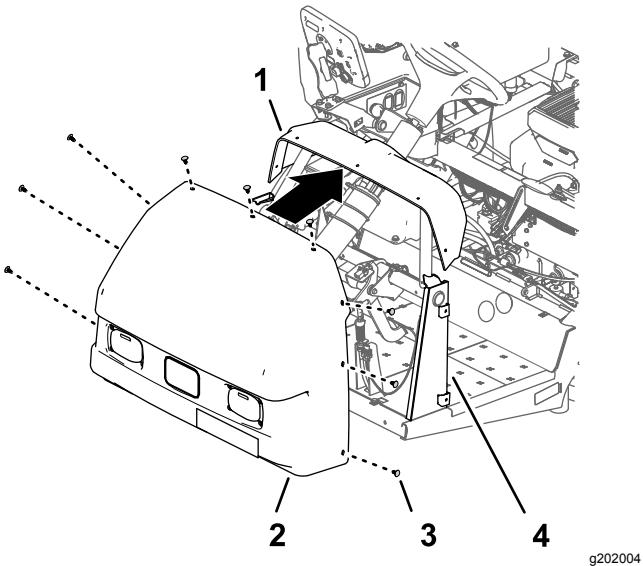

Figure 216
1. Alignez les trous dans le capot et les trous dans la planche de bord et le cadre de la machine (Figure 216).
2. Fixez le capot à la planche de bord et au cadre avec 9 fixations à pression (Figure 216).